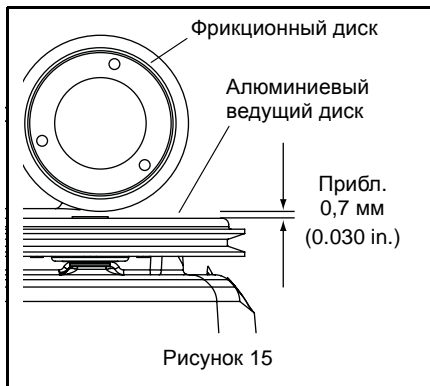

Рисунок 15
См. Рисунок 15
**ПРИМЕЧАНИЕ:** Когда управление приводом колес выключено, зазор между фрикционным диском и алюминиевым ведущим диском должен составлять приблизительно 0,7 мм (0.030 in.). См. Рисунок 15.